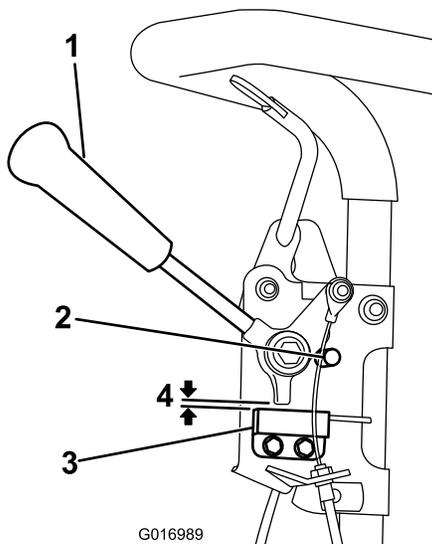

Figure 29
1. Coupez le moteur, désengagez le levier de commande de déplacement et appuyez-le contre la butée de point mort (Figure 29).
2. Desserrez les fixations du contacteur de sécurité (Figure 29).
3. Placez une cale de 0,8 mm entre le levier de commande de déplacement et le contacteur de sécurité (Figure 29).